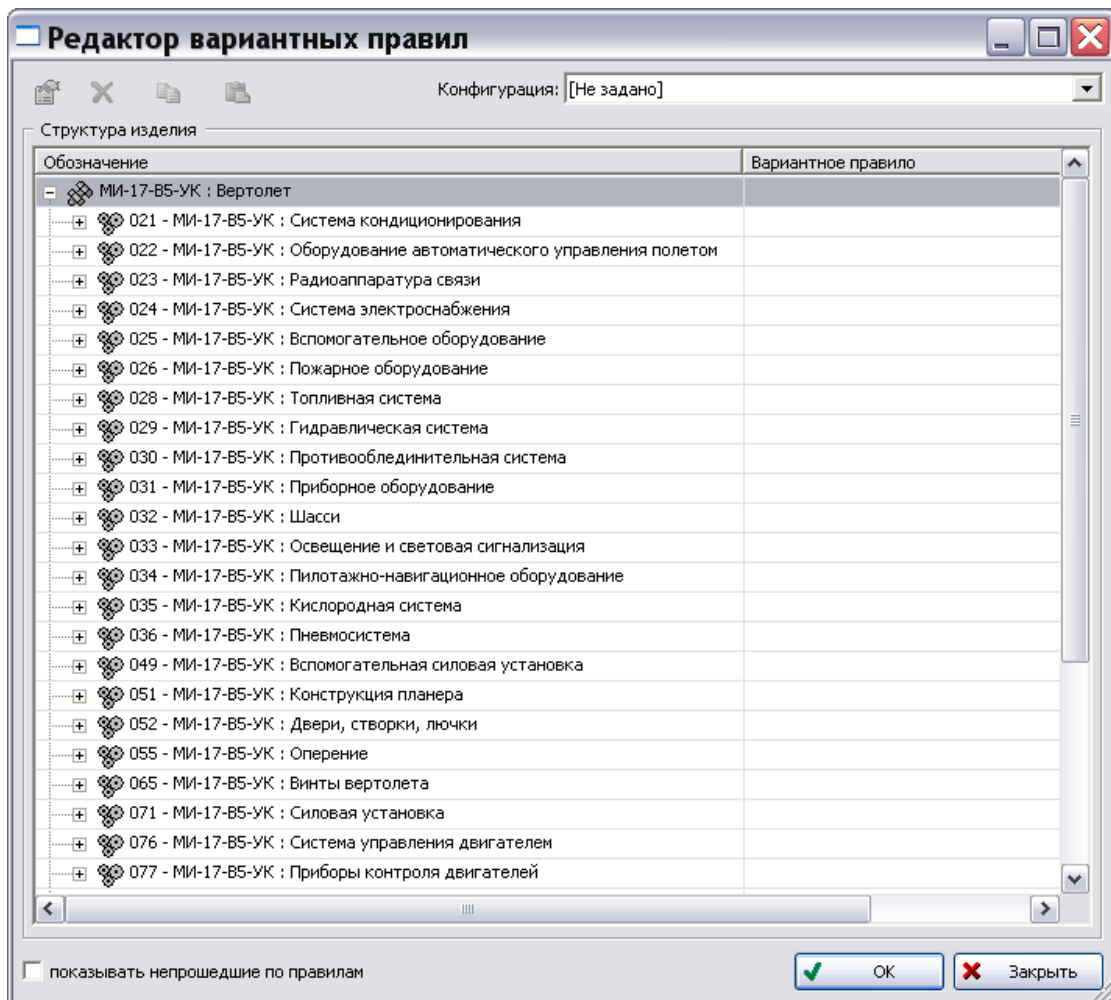

Рис. 63
3. В таблице **Структура изделия** в столбце **Обозначение** раскройте дерево изделия (Рис. 63).